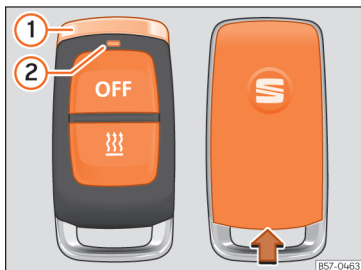

Fig. 93 Încălzire în staționare: telecomandă radio.
Atunci când butoanele sunt apăsată, Ledul din telecomandă **»» fig. 93 ②** oferă utilizatorului mai multe informații:
• Țineți telecomanda cu știftul cromat » » fig. 93 ① orientat vertical în sus.
• Introduceți o unealtă adecvată, de ex. o șurubelniță, în adâncitura din carcasa telecomenzii, în direcția săgeții » » fig. 93.
• Glisați capacul în direcția opusă săgeții până când acesta se fixează cu un clic » » fig. 93.